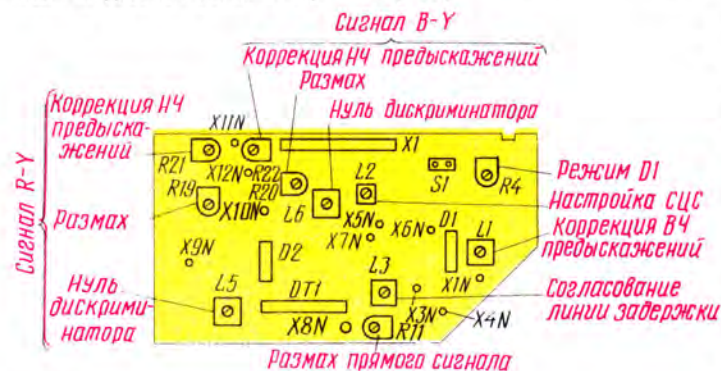

Рис. 6
Модуль (A2) и субмодуль (A2.1) цветности регулируют после замены их самих или некоторых деталей в них (в основном микросхем и катушек). Расположение органов регулировки и некоторых элементов на субмодуле цветности СМЦ-2 показано на рис. 6.
экране при этом должна появиться осциллограмма 7 «красного» сигнала (R), как на рис. 4 в [1]. Подстроечным резистором R19 субмодуля (см. рис. 6) выравнивают амплитуды обоих широких прямоугольных импульсов, а подстроечным резистором R21 добиваются их наилучшей формы по минимуму выбросов и длительности фронта и спада.
(см. рис. 6) выравнивают амплитуды четырех прямоугольных импульсов в «синем» сигнале (В), как на осциллограмме 9 на рис. 4 в [1], а подстроечным резистором R22 добиваются их наилучшей формы. После этого проверяют форму «зеленого» сигнала (G) на контрольной точке X24N модуля МЦ-2 или XN9 в МЦ-3. Она должна соответствовать осциллограмме 8 того же рисунка.